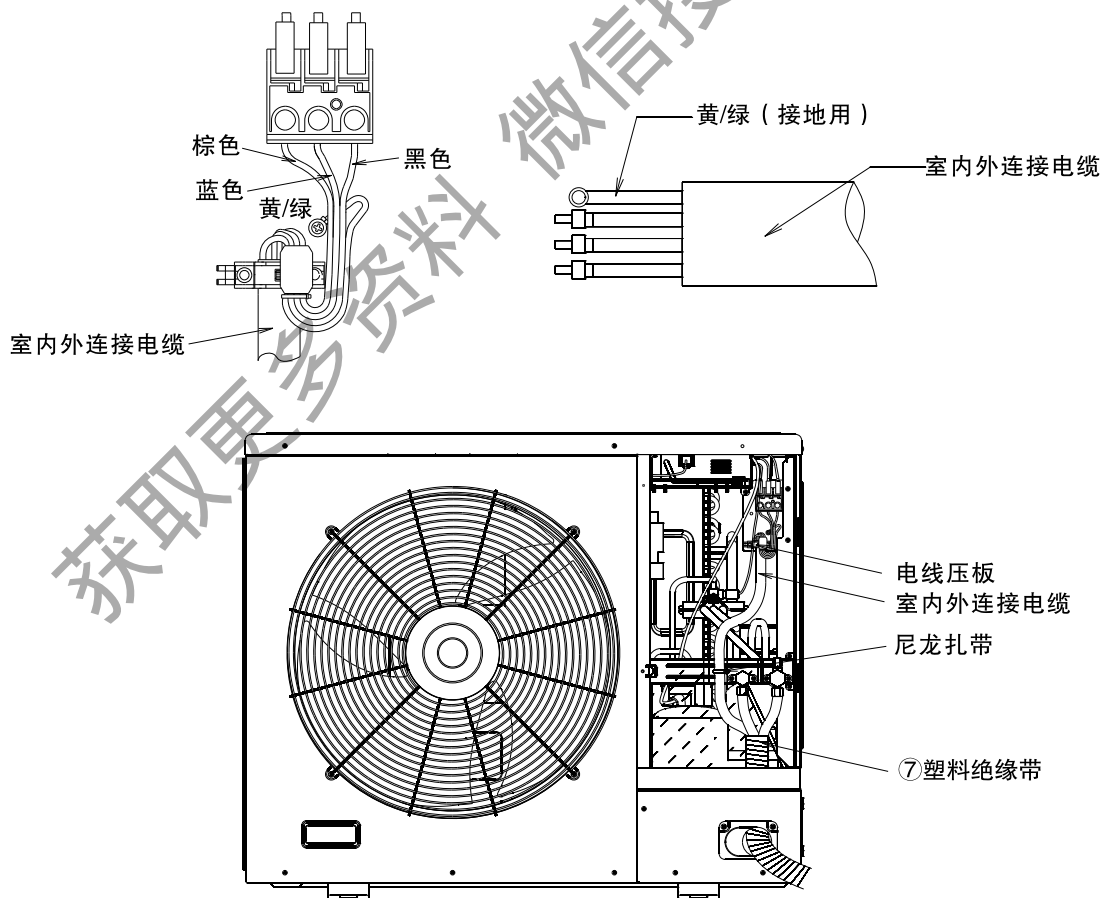

图28
- (1) 参照P18页“室外机的安装”内容，将连接盖板拆除。
- (2) 将连接电缆穿过连接管盖板，再穿过阀门安装板上的扎带，待接线完毕后再将扎带拉紧，并将扎带多余部分剪掉。
- (3) 把连接电缆按电气接线图所示正确地牢固连接。(紧固力矩为 $0.8\sim 1.5\text{N}\cdot\text{m}$ )
- (4) 用电线压板将连接电缆压住后，用螺钉紧固，如图28。